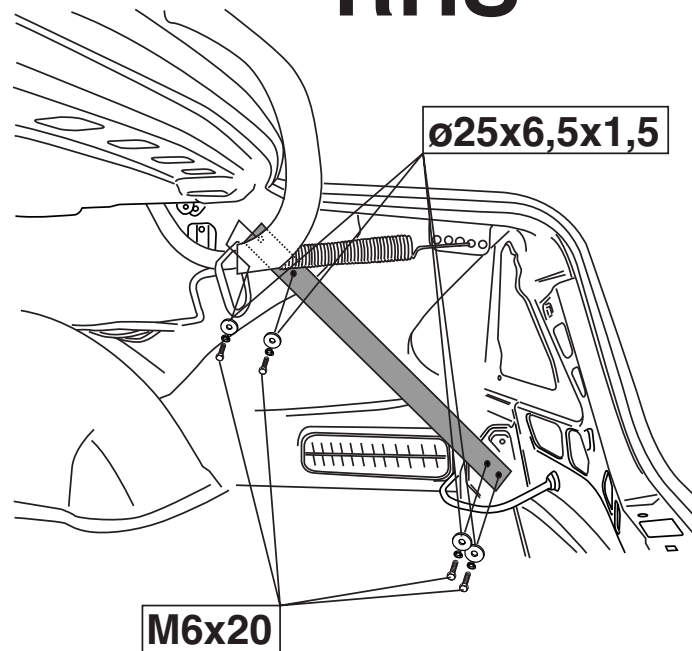

Fig. 1
3. Montar los soportes G y H. Véase la fig. 1.
Si los arcos de refuerzo suministrados no caben (ver fig. 1), se deberán pedir los arcos de refuerzo LHS (A 211 639 03 43) y RHS (A 211 639 04 43) en un concesionario de Mercedes Benz.
3. Montare i sostegni G ed H. Vedi fig. 1.
Se i ganci di rinforzo in dotazione, (vedi fig. 1), non dovessero andare bene è necessario ordinare i ganci di rinforzo originali LHS (A 211 639 03 43) ed RHS (A 211 639 04 43) presso una delle filiali Mercedes Benz!
3. Zamontować wsporniki G i H. Patrz rys. 1
Jeżeli załączone ramiona wspomagające (patrz rys. 1) nie będą pasować, należy zamówić w filii Mercedes-Benz oryginalne ramiona wspomagające LHS (A 211 639 03 43) i RHS (A 211 500 06 93)!